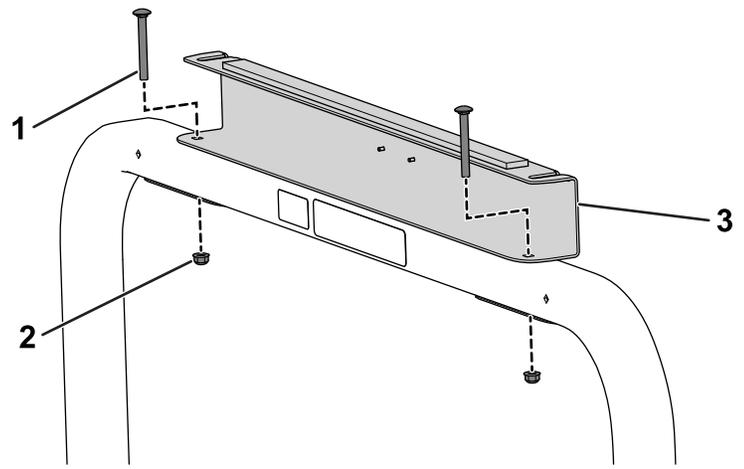

Figura 27
5. Utilice 2 pernos de cuello cuadrado (5/16" x 2¾") y 2 tuercas con arandela prensada (5/16") para sujetar el soporte trasero de la capota y la rejilla trasera a la barra antivuelco (Figura 27).